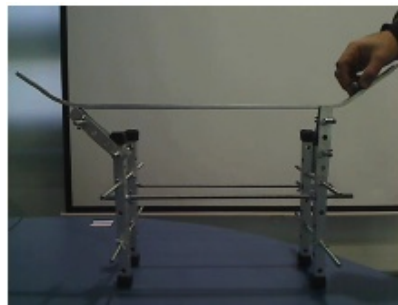

Figura 1
- Con el equipo se obtiene un video de una esfera viajando por la sección horizontal del riel. Se lanza una esfera desde dos alturas diferentes (ver Figura 1) y de esta forma se obtienen dos gráficos posición versus tiempo. Se grafica la posición de una esfera viajando sobre un riel horizontal versus el tiempo empleado.